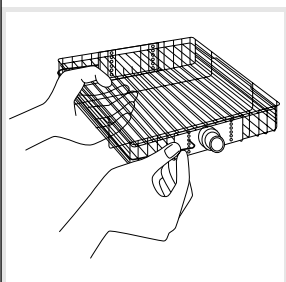

FIGURA 7
4. Libere la tapa de la canasta al jalar los seguros afuera de los orificios de colocación localizados en ambos lados de la canasta. (*Figura 7*)